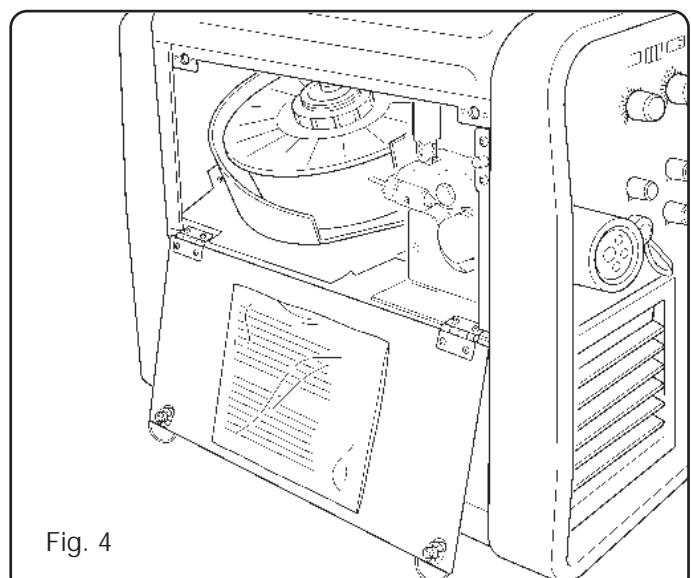

Fig. 4
- Escolher o programa a utilizar consultando a lista colocaada no interior de um envelope na lateral móvel (Fig.4).